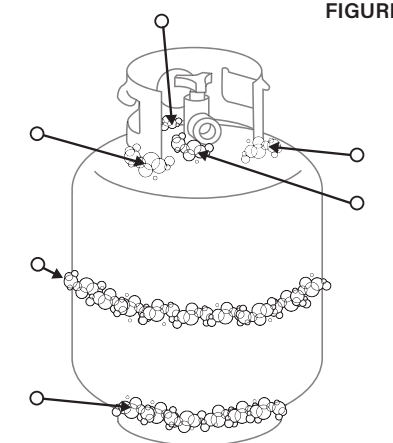

FIGURE 01
02. Appliquez la solution savonneuse sur les joints du réservoir (Indiqué par les flèches sur la figure 01).